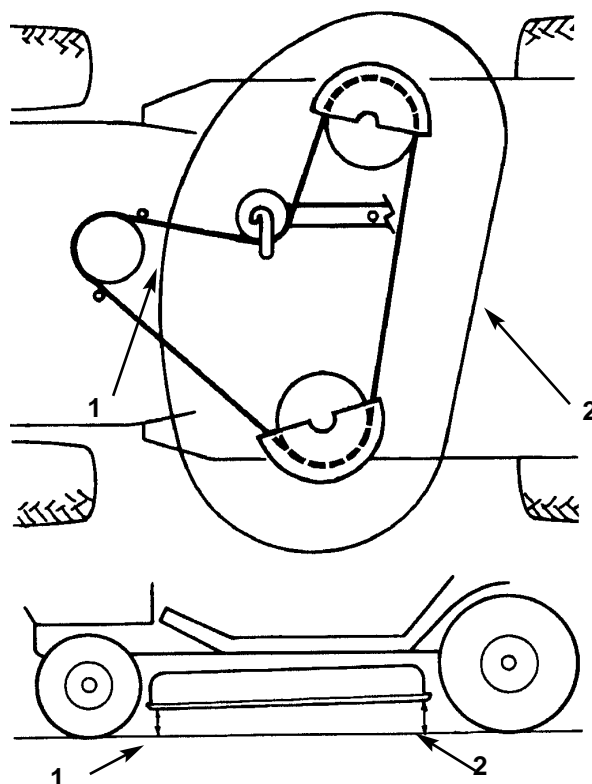

Figure 52
6. Vérifier l'inclinaison avant/arrière en mesurant la distance entre le bas de la tondeuse (centre avant et centre arrière) et la surface plate (Fig. 52). Si l'avant de la tondeuse est plus bas de 4,762 mm par rapport à l'arrière, un réglage doit être effectué; se reporter aux points 7 à 10.